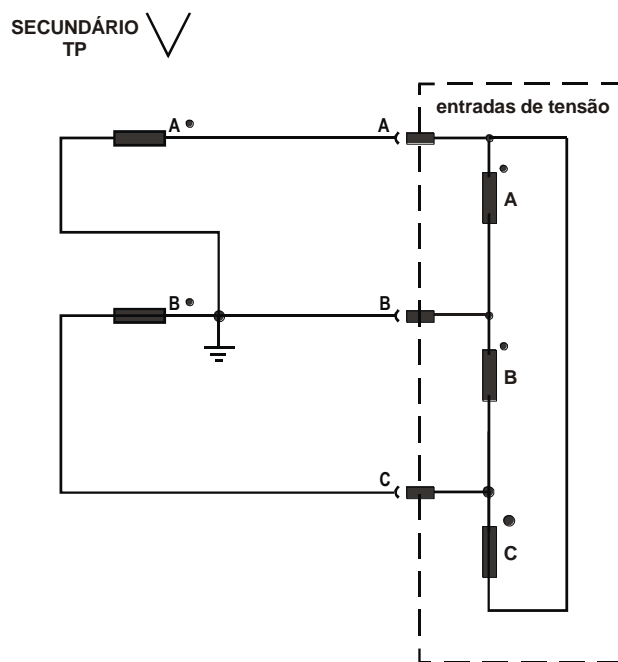

Figura 4: Secundário do transformador de potencial (TP) fechado em delta aberto _ V
- secundário do transformador de potencial (TP) fechado delta aberto V (vide figura 4).